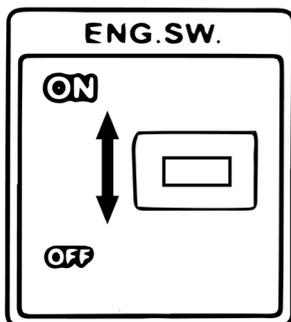

Figure 17 : Interrupteur à moteur
- Placez l'interrupteur rouge du moteur en position "ON". (Fig. 17)